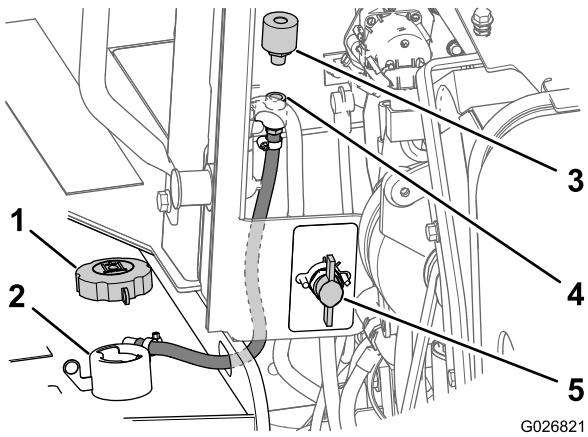

Figure 107
2. Tournez le coupe-batterie en position désactivée (Figure 107).
3. Enlevez le bouchon de remplissage du goulot de remplissage du réservoir (Figure 107).
4. Sur l'avant du panneau du compartiment moteur, déposez le reniflard situé sur le raccordement de tuyau en le tournant dans le sens antihoraire (Figure 107).
5. Insérez le nouveau reniflard dans le raccordement de tuyau et serrez-le à la main (Figure 107).